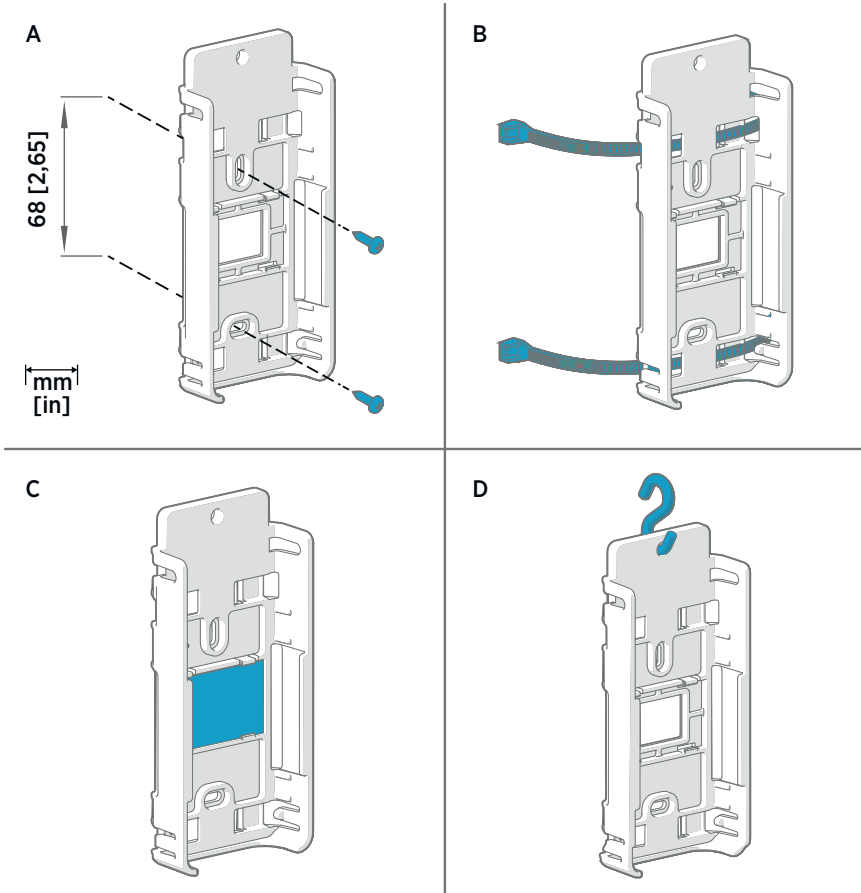

Figura 28 Métodos de montaje del RFL100
- 2. Instale el soporte de montaje con uno de los métodos de montaje que se muestran en Figura 28 \(página 42\). Oriente el soporte verticalmente de modo que la sonda o el cable de la sonda apunten hacia abajo después de la instalación. No instale el RFL100 sin el soporte de montaje.